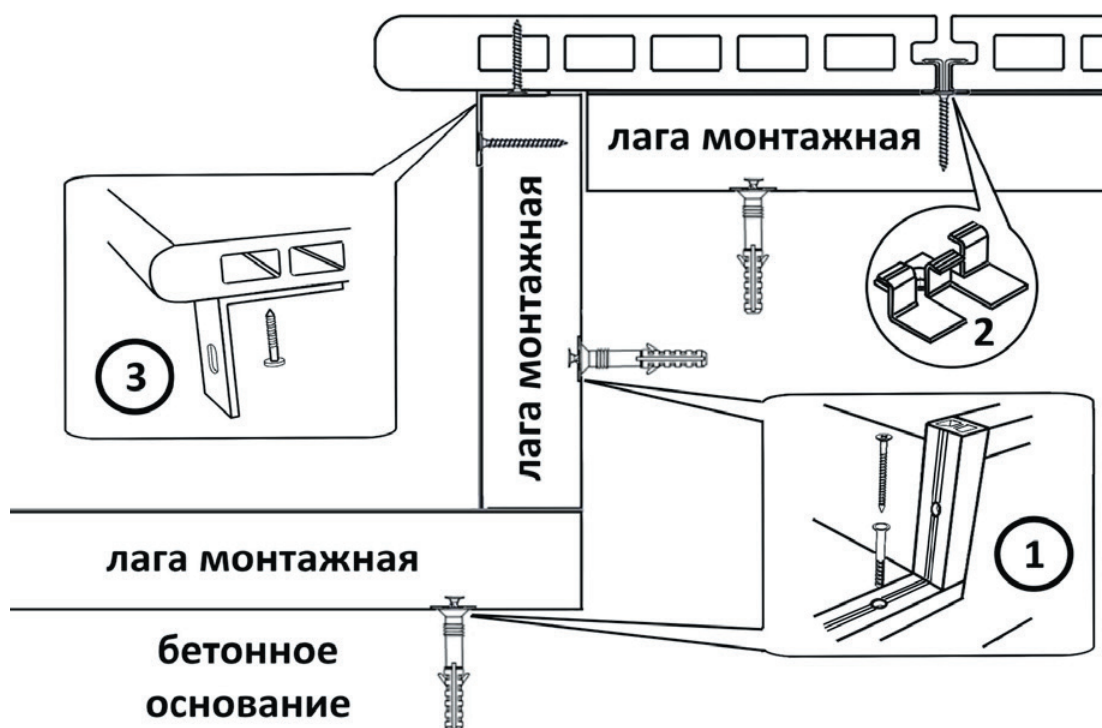
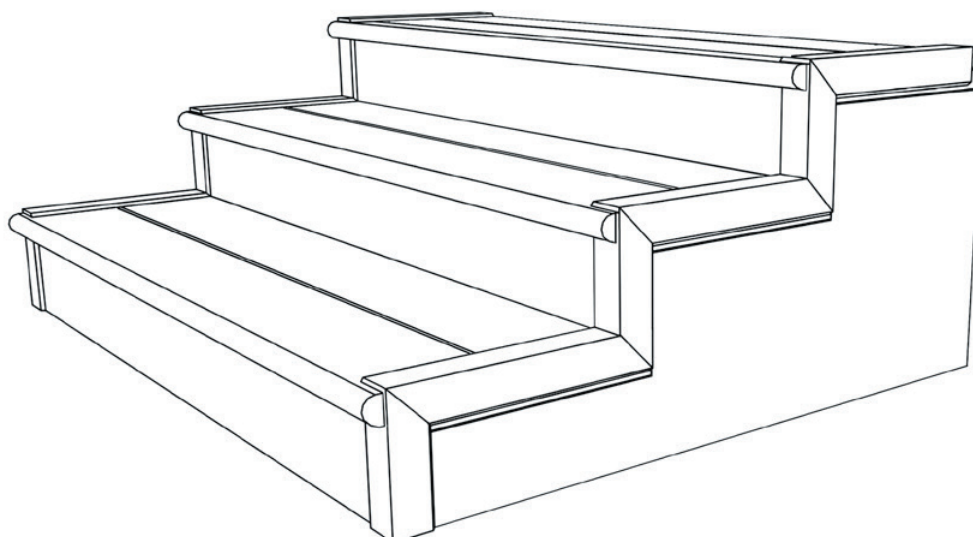

Рис.9 – установка первой стартовой доски 160x22
Рис.12 – Обрамление торцов ступеней с помощью декоративных уголков
Устанавливается стартовый кляммер и производится монтаж первой террасной доски 140x22 мм и закрепляется монтажным кляммером, как показано на рис.9, поз. (2).
К стартовой доске 160x22 снизу прикрепляется металлический уголок таким образом, чтобы при установке стартовой доски в монтажный кляммер уголок можно было бы прикрутить саморезом к вертикальной лаге подконструкции, рис.9, поз. (3).
Затем устанавливается доска стартовая 160 x 22 с помощью монтажного кляммера и металлического уголка, аналогично рис. 9. Монтаж ступеней повторяют в соответствии с описанной выше схемой. Обрамление торцов ступеней производится помощью уголка декоративного 50x50 мм или 65x35 мм (Рис. 12).